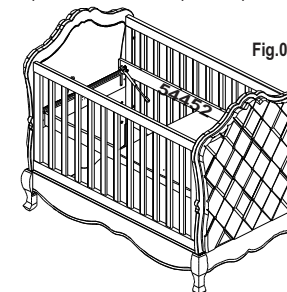

Fig.02
2. Retire as barras de estrado (54452) forçando as mesmas para cima. Fig.: 02.
6) Fixar a base triangular superior (Pistão) "F" no estrado antirefluxo (5592), utilize parafuso p/ plástico 4 x 10 mm "H". Fig. 02.